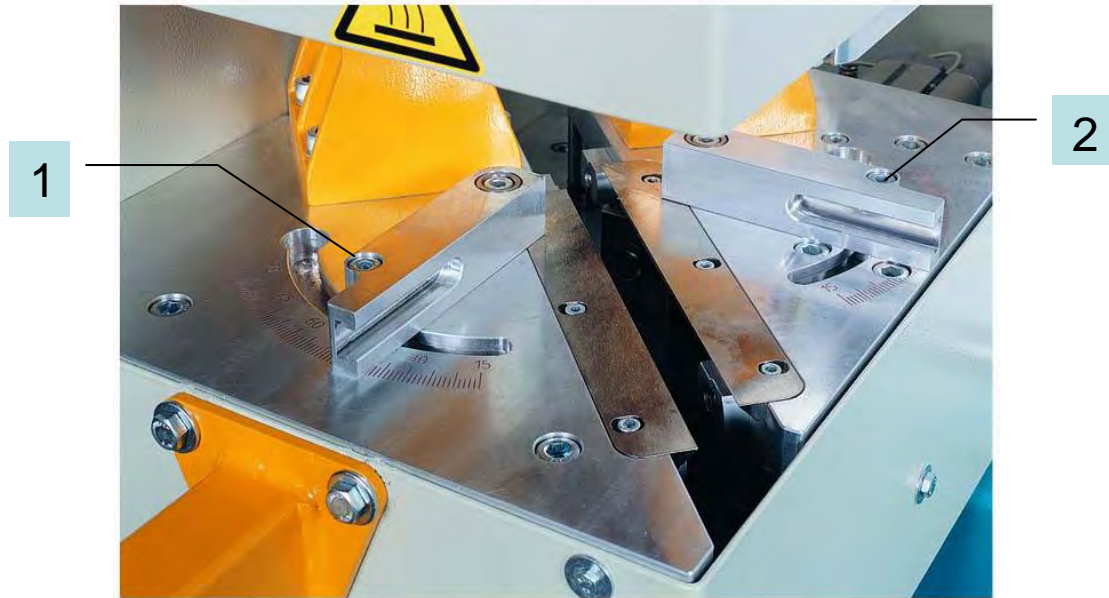

РИСУНОК 3
**b.** Установите квадратный угольник в нужное положение при помощи освобождения шестиугольных болтов на нем (Рисунок 3, Болты No. 1-2). Закрутите болты после установки угольника.